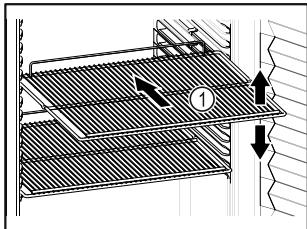

Fig. 60 Beispielhafte Darstellung
- Wenn Abstellroste Fig. 60 (1) versetzbare sind, je nach Höhe anpassen.